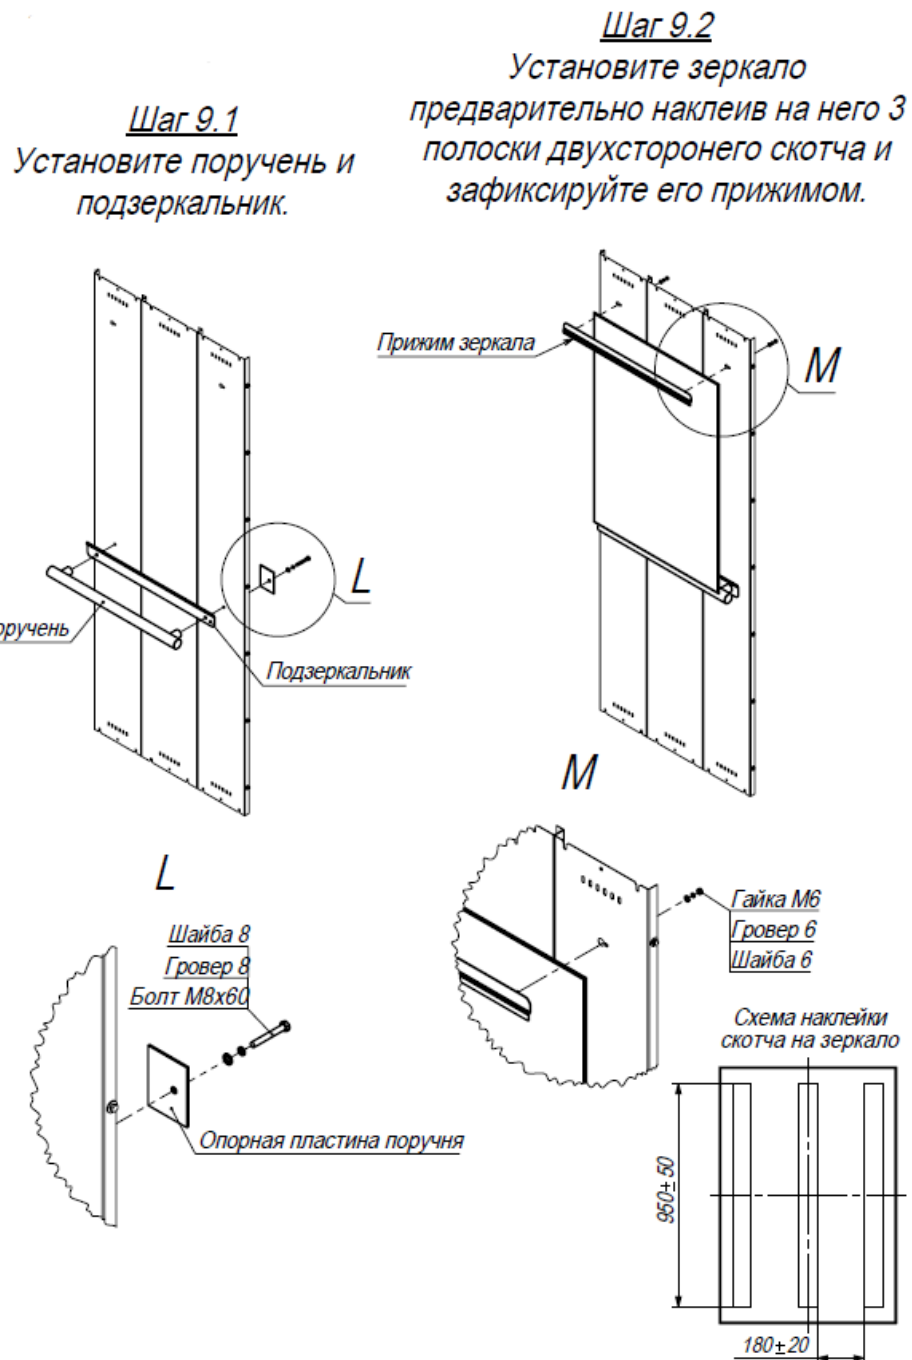

Рис.37
7.4.11. Установить поручень и подзеркальник (при наличии). Для этого в отверстия нижнего подзеркальника вставить шпильки поручня, закрепить на задних щитах купе, предварительно установив пластины, гайками (рис.37).